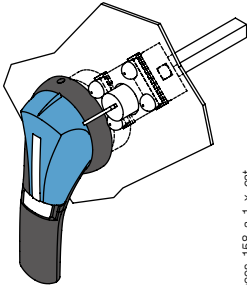

图 3
- 在柜外正面操作中用RONISEL11AP或CASTELL型K锁(图3)；